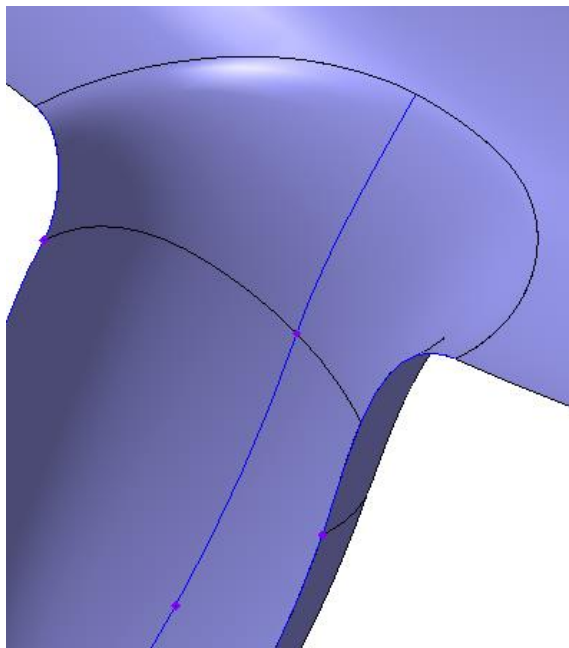

Рисунок 70
- Нажмите кнопку Создать объект  (рис.70)